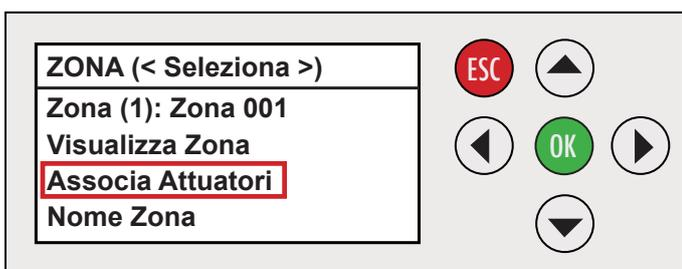

Fig. 150
- 3.2 Con le frecce ▲ ▼ selezionare "Associa Attuatori" e premere OK. (Fig. 150)